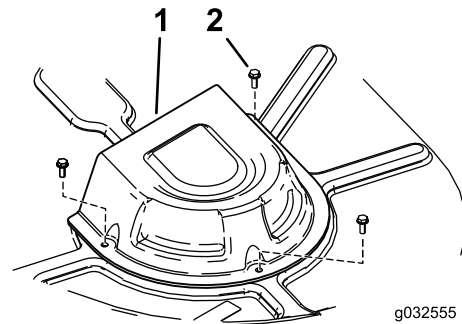

Figure 55
4. Déposez les couvercles de poulie (Figure 55).